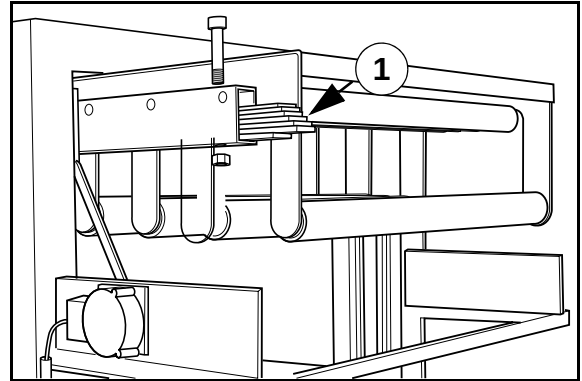

Abb. 24 Positionierung der Gewichte
- 1 Platzieren Sie eine geeignete Anzahl von Gewichten in der Tänzerwalze, wie in Abb. 24 gezeigt. Sichern Sie die Gewichte mit Schrauben an beiden Enden. Die genaue Anzahl wird während des Betriebs bestimmt. (Dünnere Film - weniger Gewicht).